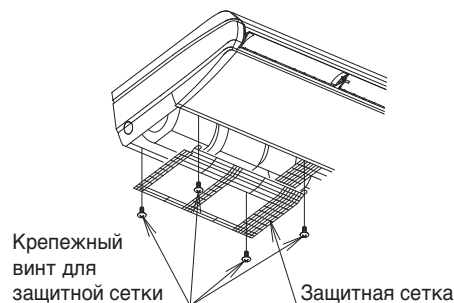
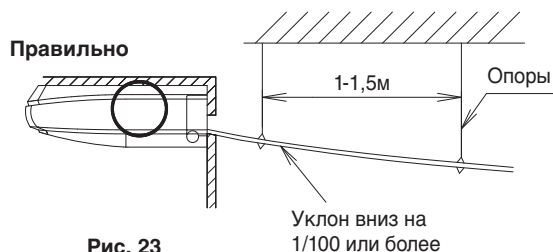

Рис. 22
Рис. 23
- После установки сливного шланга (1) (дополнительная принадлежность) подсоедините защитную решетку, выполнив действия в обратном порядке. (См. рис. 22)
- Диаметр трубопровода должен быть равным или превышать диаметр сливного шланга (1) (дополнительная принадлежность) (ПВХ-патрубок с номинальным диаметром 20 мм и внешним диаметром 26 мм).
- Установите самый короткий сливной трубопровод, насколько это возможно, с уклоном в 1/100 или более во избежание его закупоривания воздухом. (См. рис. 23 и 24.) (Возможно возникновение нехарактерного звука, например бульканья.)
- Установите подвески на расстоянии от 1 до 1,5 м так, чтобы трубопровод не отклонялся. (См. рис. 23)